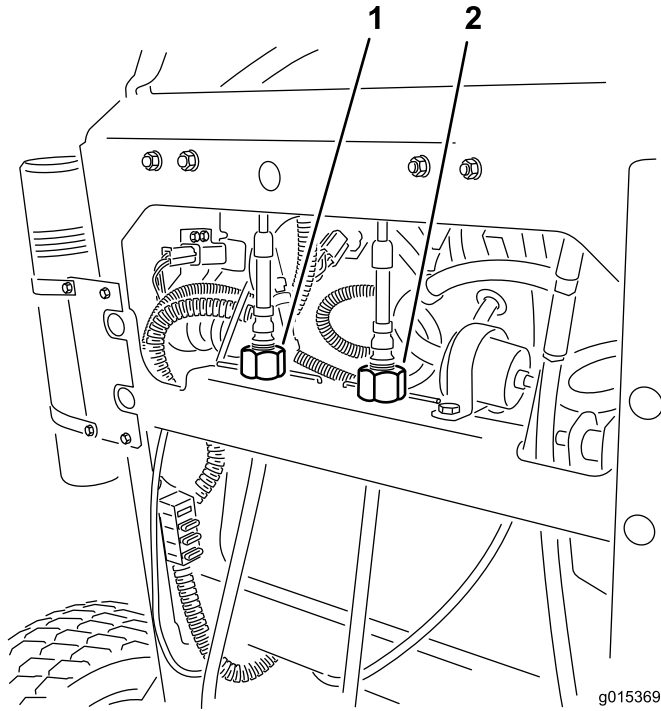

Bild 28
6. Drehen Sie die linke Kabeleinstellung, bis die linke Radgeschwindigkeit der vorher eingestellten rechten Radgeschwindigkeit entspricht. Verwenden Sie Vierteldrehungen, bis die Spur der Maschine gerade ist (Bild 28).